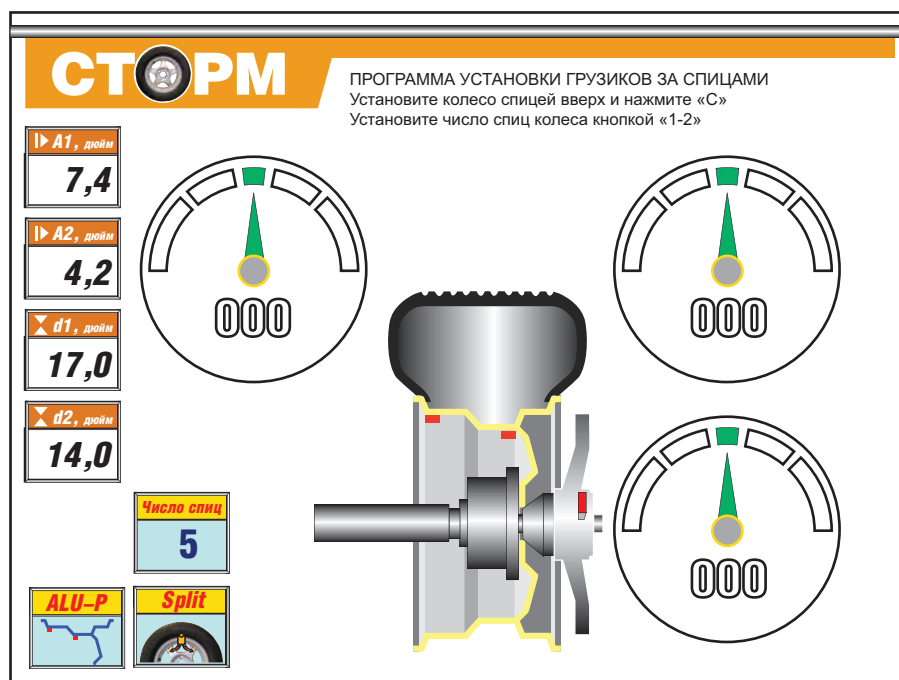

рис. 14.1
14.3. Для входа в программу Split нажмите кнопку РЕЖ, после чего на рабочей картинке появятся дополнительные надписи и окна (рис. 14.1). Установите любую спицу обода вертикально вверх и нажмите кнопку С. Установите число спиц колеса, последовательно нажимая кнопку 1-2.